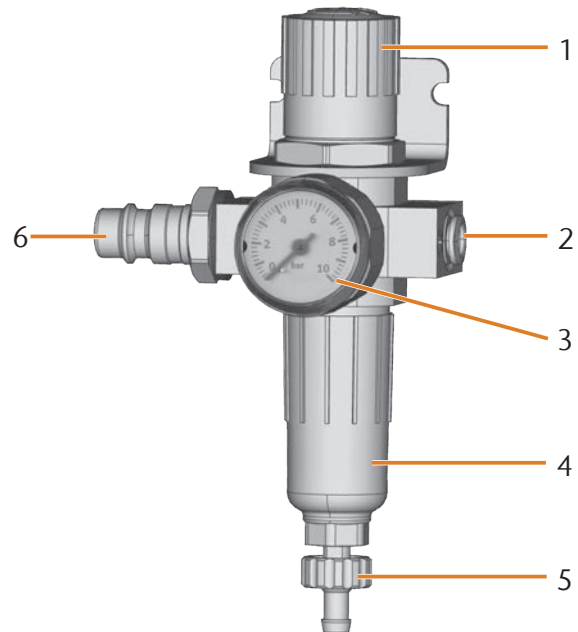

Abb. 5: WARTUNGSEINHEIT: DRUCKLUFTEINSTELLUNG UND -KONTROLLE
- Installieren Sie die Wartungseinheit aufrecht (↕ Abb. 5).